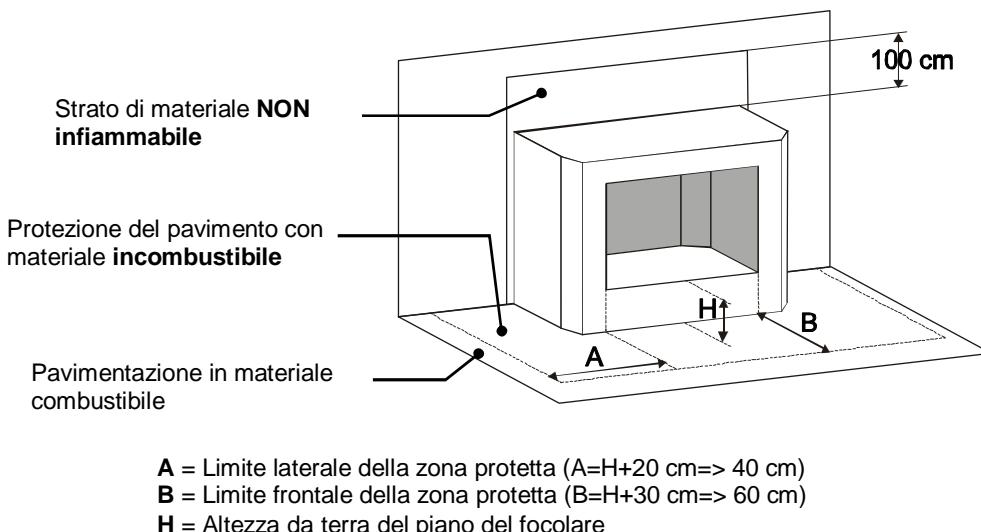

Figura 2
- Al fine di assicurare un sufficiente isolamento termico, rispettare la distanza minima di sicurezza dal retro e da entrambi i lati da elementi costruttivi ed oggetti infiammabili e sensibili al calore (mobili, rivestimenti di legno, stoffe ecc.) (vedi Figura 2 - A). **Tutte le distanze minime di sicurezza sono indicate sulla targhetta tecnica del prodotto e NON si deve scendere al di sotto dei valori indicati.**